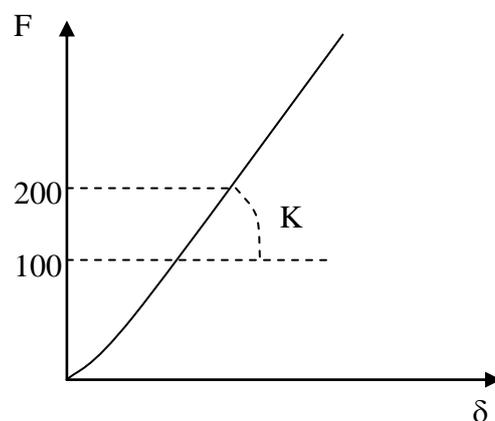

Fig. 2: Curva carico spostamento con rigidità flessionale K
5. Il componente vincitore sarà quello con più alto rapporto K/P in cui K è la rigidezza a compressione espressa in N/mm e P è il peso del componente espresso in kg. La rigidezza K verrà valutata come pendenza della curva carico spostamento (Fig. 2). In caso di curva non lineare verrà fittata una linea di tendenza fra i carichi di 100 N e 200 N.